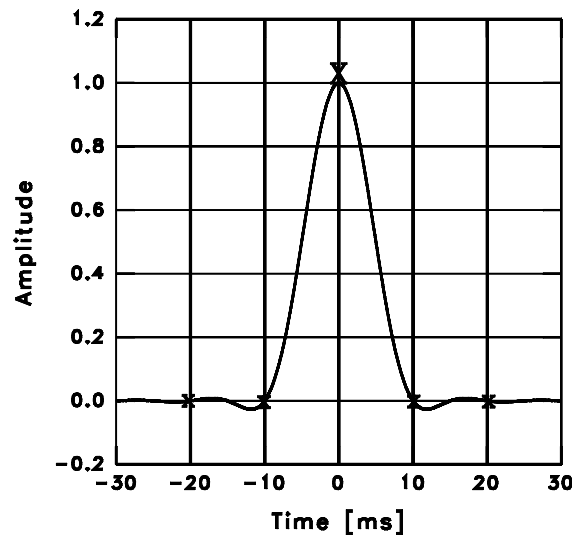

Abbildung 3.1: Raised-Cosine-Impuls, Abtastzeitpunkte mit X bzw. x markiert
2. An den Abtastzeitpunkten (z. B. alle 10 msec bei Schrittgeschwindigkeit 100 /sec) weisen die RC-Pulse bis auf den *richtigen* Zeitpunkt jeweils Nulldurchgänge auf. Dies bedeutet, daß die Impulse in Schrittabständen komplett überlappt werden dürfen, obwohl sie selbst z. B. die vierfache Länge der rechnerischen Schrittlänge aufweisen. Dies führt zu einer sehr hohen Informationsdichte. Um diesen Zusammenhang zu verdeutlichen, wurden in Abbildung 3.1 auf der nächsten Seite die Abtastzeitpunkte an einem 100-Bd-RC-Impuls markiert.